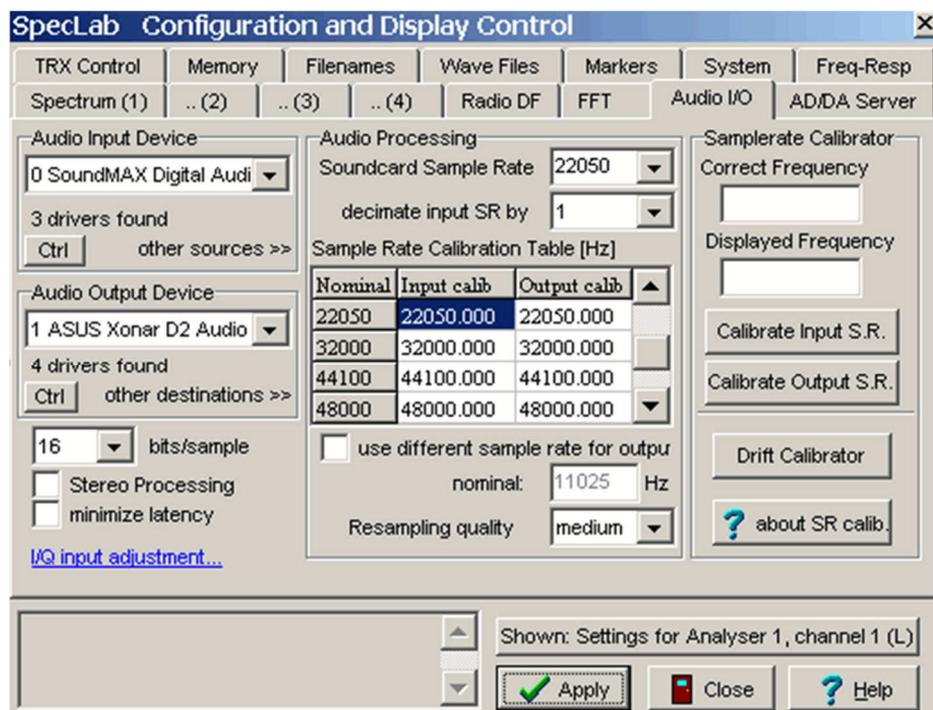
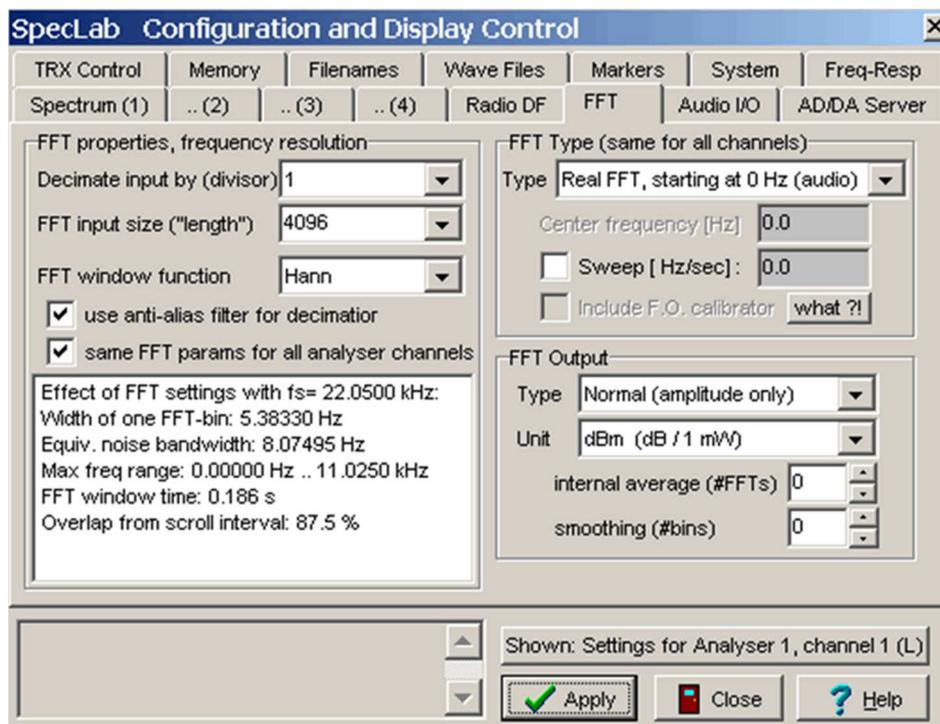
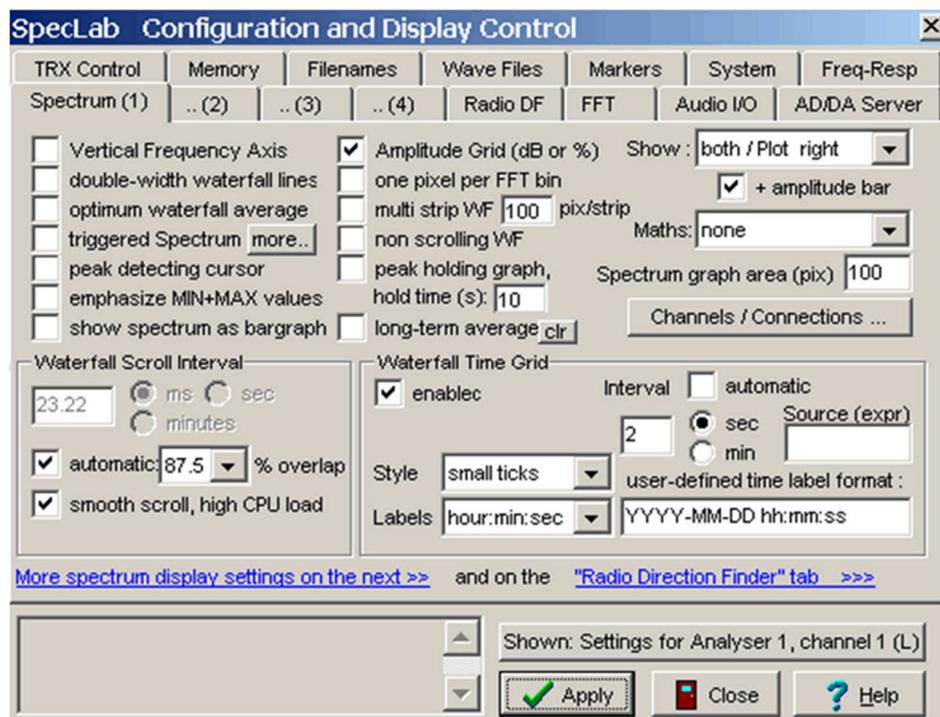
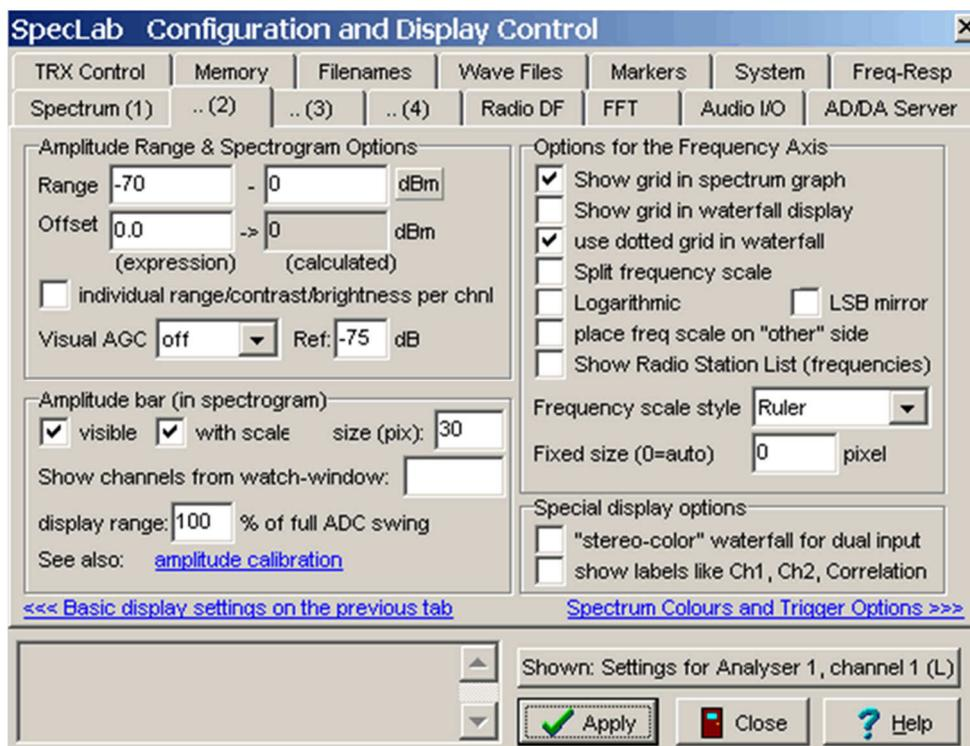

Fig. 14 – Impostazioni sezione Audio I/O
Fig. 15 – Impostazioni menu FFT
Fig. 16 – Impostazioni menu Spectrum (1)
Fig. 17 – Impostazioni menu Spectrum (2)
Una volta installato sul PC, Spectrum Lab richiede alcune impostazioni preliminari per adattarsi all'analisi specifica degli echi radar meteorici. Di seguito viene illustrata la procedura di configurazione del software, alla quale si accede dal menu a tendina "Option". Impostazioni iniziali: Sample Rate = 22050 e FFT size = 4096 per un Noise BW eq. di 8 Hz. Le figure seguenti mostrano le schermate di Spectrum Lab con le impostazioni delle sottosezioni Audio I/O (Fig. 14), FFT (Fig. 15), Spectrum (1) (Fig. 16) e Spectrum (2) (Fig. 17).